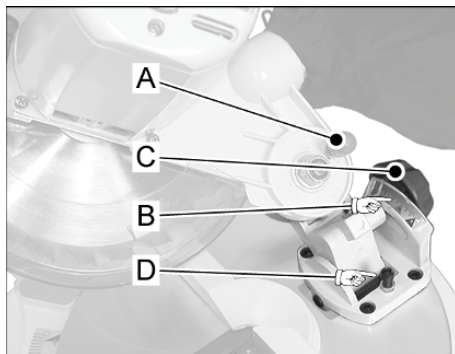

Рис. 9
- Фиксирующую ручку (C, Рис. 9) на задней части станка необходимо ослабить.
- Наклоните режущую голову влево, пока не достигните нужного угла на шкале наклона (B).
- Затяните режущую голову фиксирующей ручкой (C) перед началом пиления.
- Снимите защитный кожух пилы (B, Рис. 9), отвинтив два винта (A) сбоку.